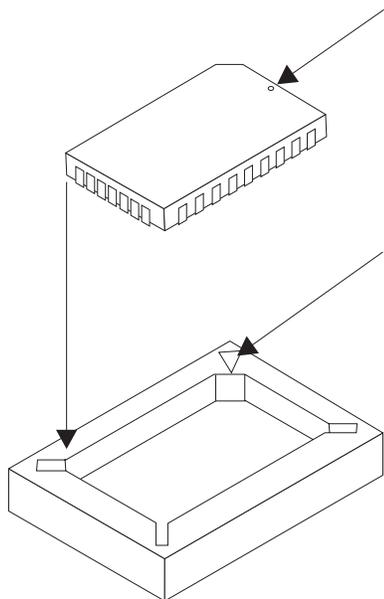

Figura 3-2. Encaje de las muescas
- 3 El módulo flash tiene una esquina angular. Alinee dicha esquina angular con la flecha, tal como muestra la Figura 3-2.